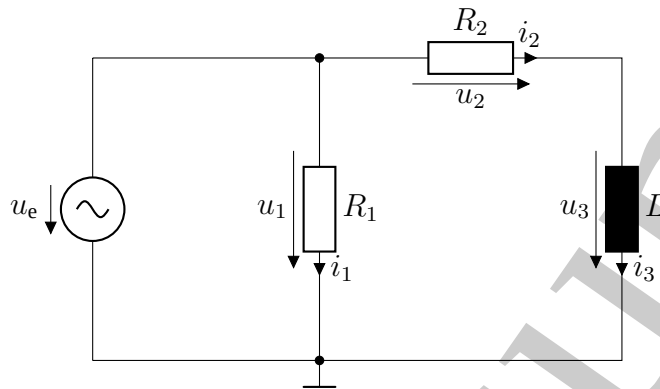

Abbildung 3
- c) Der Widerstand R_3 wird nun mit einer Induktivität $L = 850 \text{ pH}$ ausgetauscht und die Gleichspannungsquellen werden durch eine einzelne Wechselspannungsquelle ersetzt, siehe Abb. 3. Geben Sie die komplexe Übertragungsfunktion $H(\omega) = \frac{u_3}{u_e}$ der Schaltung sowie deren Betrag $|H(\omega)|$ als Funktion der Kreisfrequenz ω und der passiven Bauelemente an.
- d) Für die Wechselspannungsquelle in Abb. 3 gilt $u_e = 7,5 \text{ V} \cdot \sin(2\pi f \cdot t)$, wobei $f = 35 \text{ GHz}$. Berechnen Sie jeweils Betrag und Phase (in $^\circ$) der Wechselspannung u_3 .